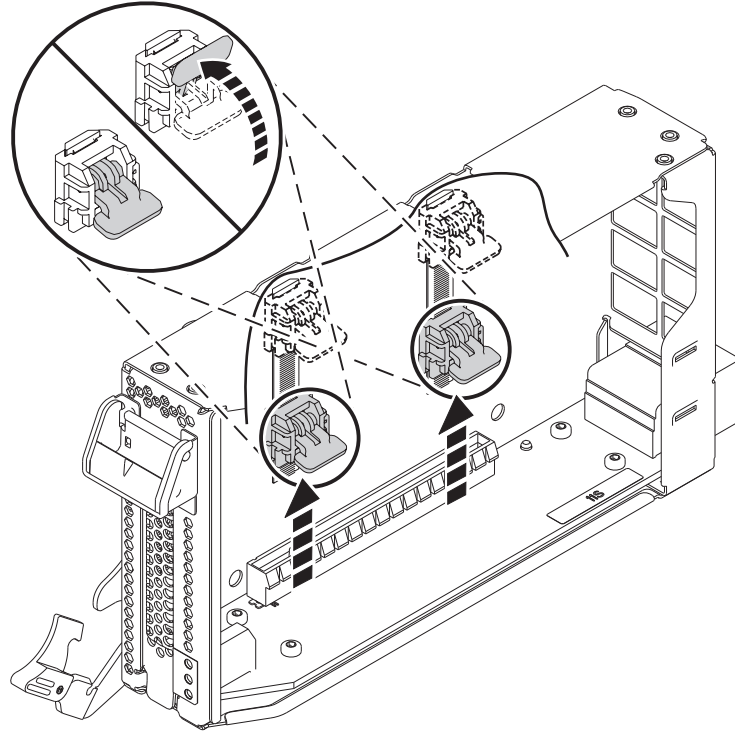

Figure 4. Déverrouillage des cliquets de la cassette
- a. Déverrouillez les deux cliquets de la cassette en les faisant tourner, comme illustré dans la figure 4, à la page 5.
- b. Poussez les cliquets de la cassette vers le bord supérieur de la cassette, comme illustré dans la figure 4, à la page 5.